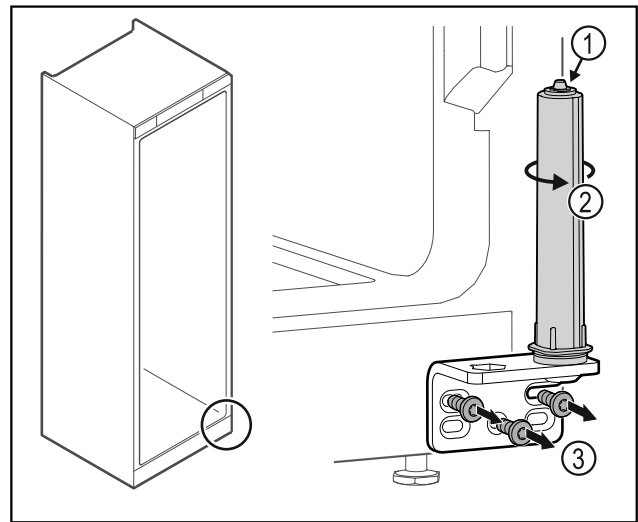

Fig. 37
- Nerozebírejte uzavírací systém dvířek Fig. 37 (1).
- Otáčejte uzavíracím systémem Fig. 37 (2), dokud nezacvakne.
- Odšroubujte úhelník závěsu Fig. 37 (3).